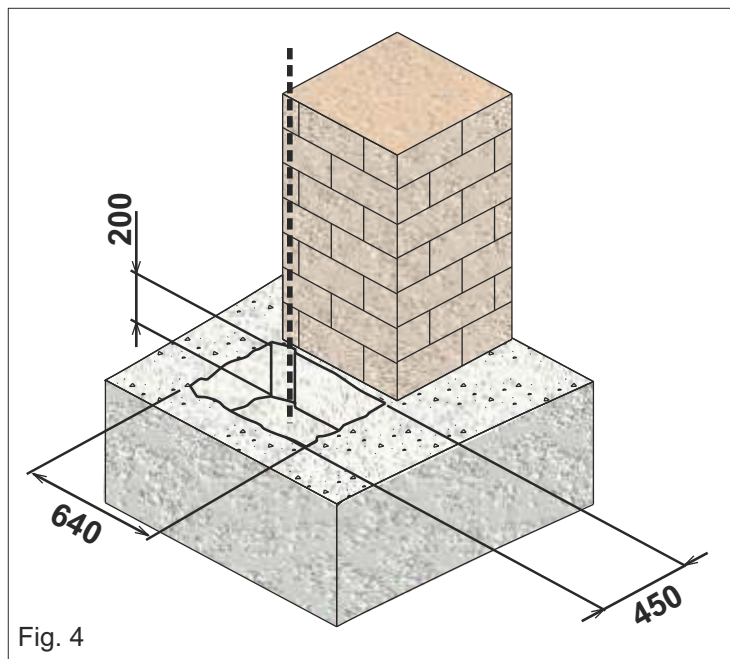

Fig. 4
**2.1.** Preparar, según las medidas que se muestran en la Fig. 4, una excavación de hormigón en el cuyo interior se tapiará la caja de fundación mediante las tuercas de anclaje